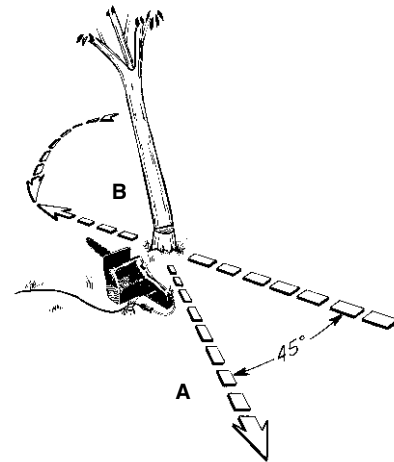

Fig.17
<p>AVERTISSEMENT : Il est nécessaire de prévoir une retraite (A) sûre, libre de tout obstacle avant d'entreprendre la coupe de l'arbre. Le chemin de dégagement devrait être situé à l'arrière et en diagonale de la direction de chute prévue; voir Figure 17.</p>
<p>AVERTISSEMENT : Lorsque le trait d'abattage se rapproche de la charnière, l'arbre devrait commencer à tomber. A ce moment, enlever la tronçonneuse de la coupe, arrêter le moteur, déposer la tronçonneuse, et quitter les lieux, utilisant votre voie de retraite (Figure 17).</p>